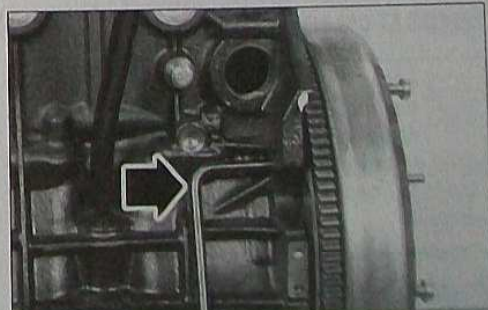

FIG. 13
- Insérer l'outil de calage du volant moteur (Fig.13) (ref. Peugeot 0188-X. Ø de la pige : 8 mm)